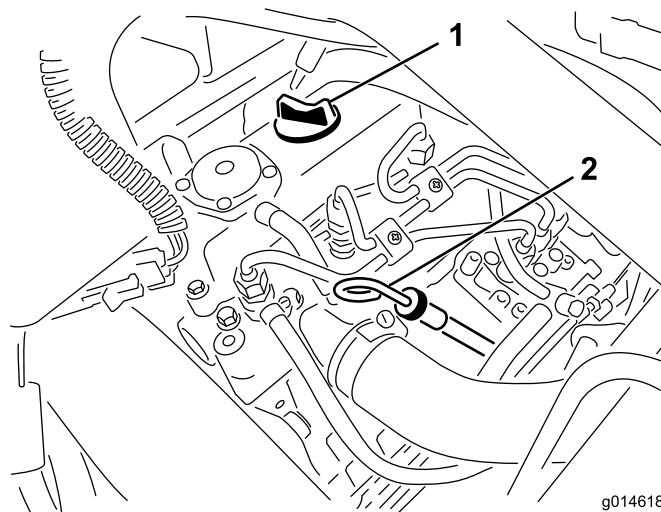

Bild 28
2. Nehmen Sie den Peilstab heraus und wischen Sie ihn mit einem sauberen Lappen ab (Bild 28). Stecken Sie den Peilstab in das Rohr und stellen Sie sicher, dass er vollständig eingeführt ist. Entfernen Sie den Peilstab und prüfen den Ölstand. Nehmen Sie bei einem niedrigen Ölstand den Fülldeckel von der Ventilabdeckung ab und gießen Sie **langsam** genug Öl in die Öffnung, bis der Ölstand die Vollmarke am Peilstab erreicht. Gießen Sie Öl langsam ein und